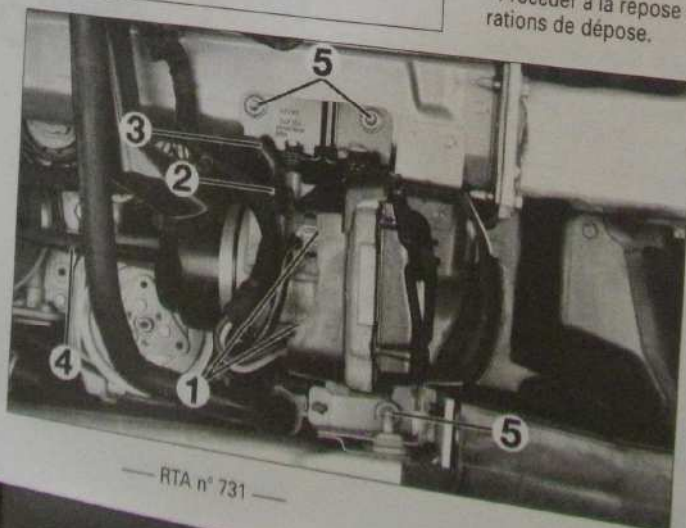

Fig. 18
- Débrancher les connecteurs (1) et (2) (Fig.18).
- Déposer la vis (2).
- le tuyau (3),
- la durite (4).